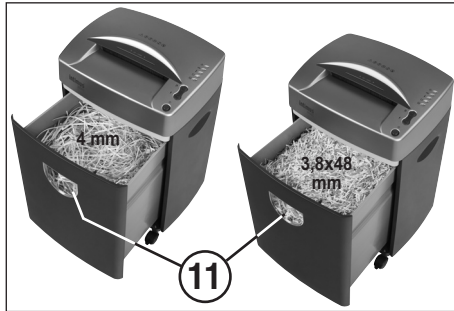

Fig. 3
### INDICATORE DI LIVELLO DEL CONTENITORE DI RACCOLTA (Fig. 3):
Se il materiale da trinciare risulta visibile nella finestra di controllo dell'indicatore di livello (11) (Fig. 3), il contenitore di raccolta deve essere svuotato.
### SVUOTAMENTO DEL CONTENITORE DI SCARICO (Fig. 3):